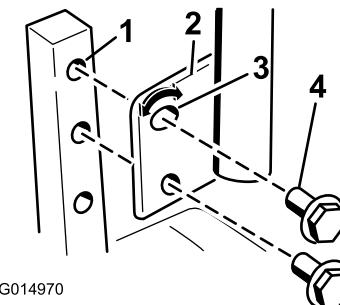

Figura 24
1. Remova os 2 parafusos que prendem a alavanca de controlo ao veio do braço de controlo (Figura 24).
3. Prenda a alavanca com os 2 parafusos (Figura 24).
2. Desaperte o parafuso inferior o suficiente para rodar a alavanca de controlo para a frente ou para trás (Figura 24). Aperte ambos os parafusos para fixar o controlo na nova posição.